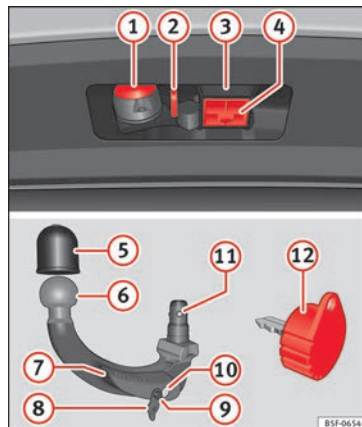

Abb. 222 Halterung der Anhängervorrichtung / abnehmbarer Kugelkopf / Schlüssel
Legende zu **Abb. 222**
- Den Verschlussdeckel der Hakenaufnahme (4) » Abb. 222 nach unten abnehmen.